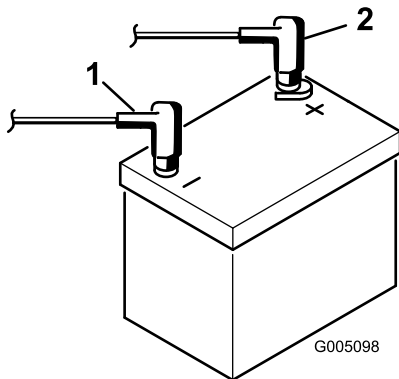

図7
8. 赤いプラスケーブルをバッテリーのプラス端子に、黒いマイナスケーブルはバッテリーのマイナス端子にはめ、ボルトとナットで固定する図7。ショート防止のために端子にゴムキャップをかぶせる。